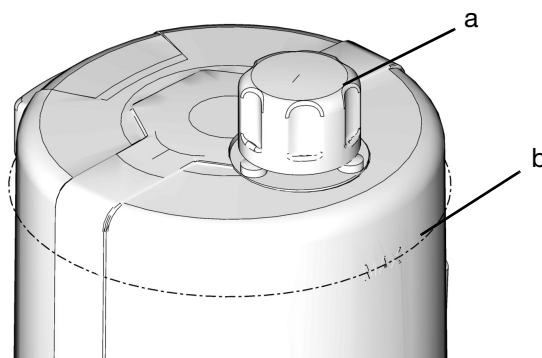

FIG. 31
- Ne pas remplir excessivement (FIG. 31).